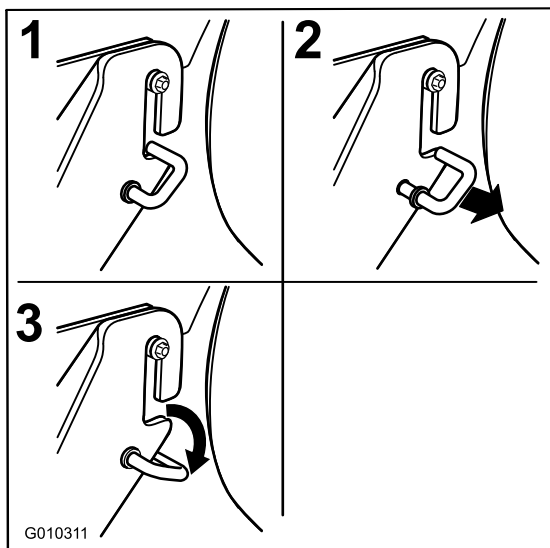

Figure 68
1. Décrochez les crochets en J à ressort de la fente des supports des pattes de fixation arrière de chaque côté du plateau (Figure 68).
6. Montez le support avant du plateau de coupe sur les pattes de fixation avant et fixez-les avec une rondelle et une goupille fendue (Figure 68).